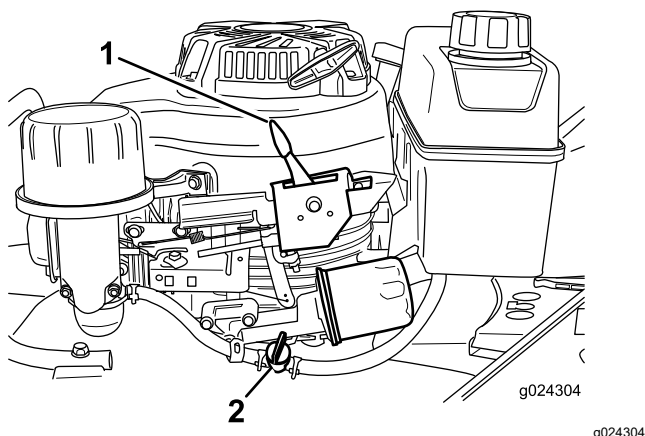

Рисунок 16
2. Откройте топливный клапан, переместив его рычаг **вправо** (Рисунок 16).
**Примечание:** Закройте топливный клапан, передвинув рычаг топливного клапана (Рисунок 16) **влево**, если вы не будете вскоре запускать двигатель.